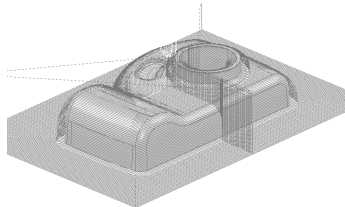
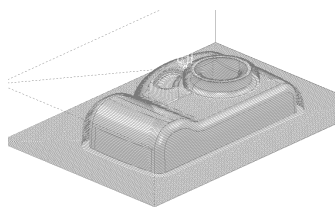

图 4-110 未勾选“螺旋”选项的刀具路径
图 4-111 勾选“螺旋”选项的刀具路径
(2) 螺旋 由零件外轮廓向零件中心产生连续的螺旋线偏置刀具路径。图 4-110 所示为未勾选“螺旋”选项时所生成的刀具路径, 图 4-111 所示为勾选“螺旋”选项时所生成的刀具路径。可见勾选“螺旋”选项会减少精加工的提刀次数。